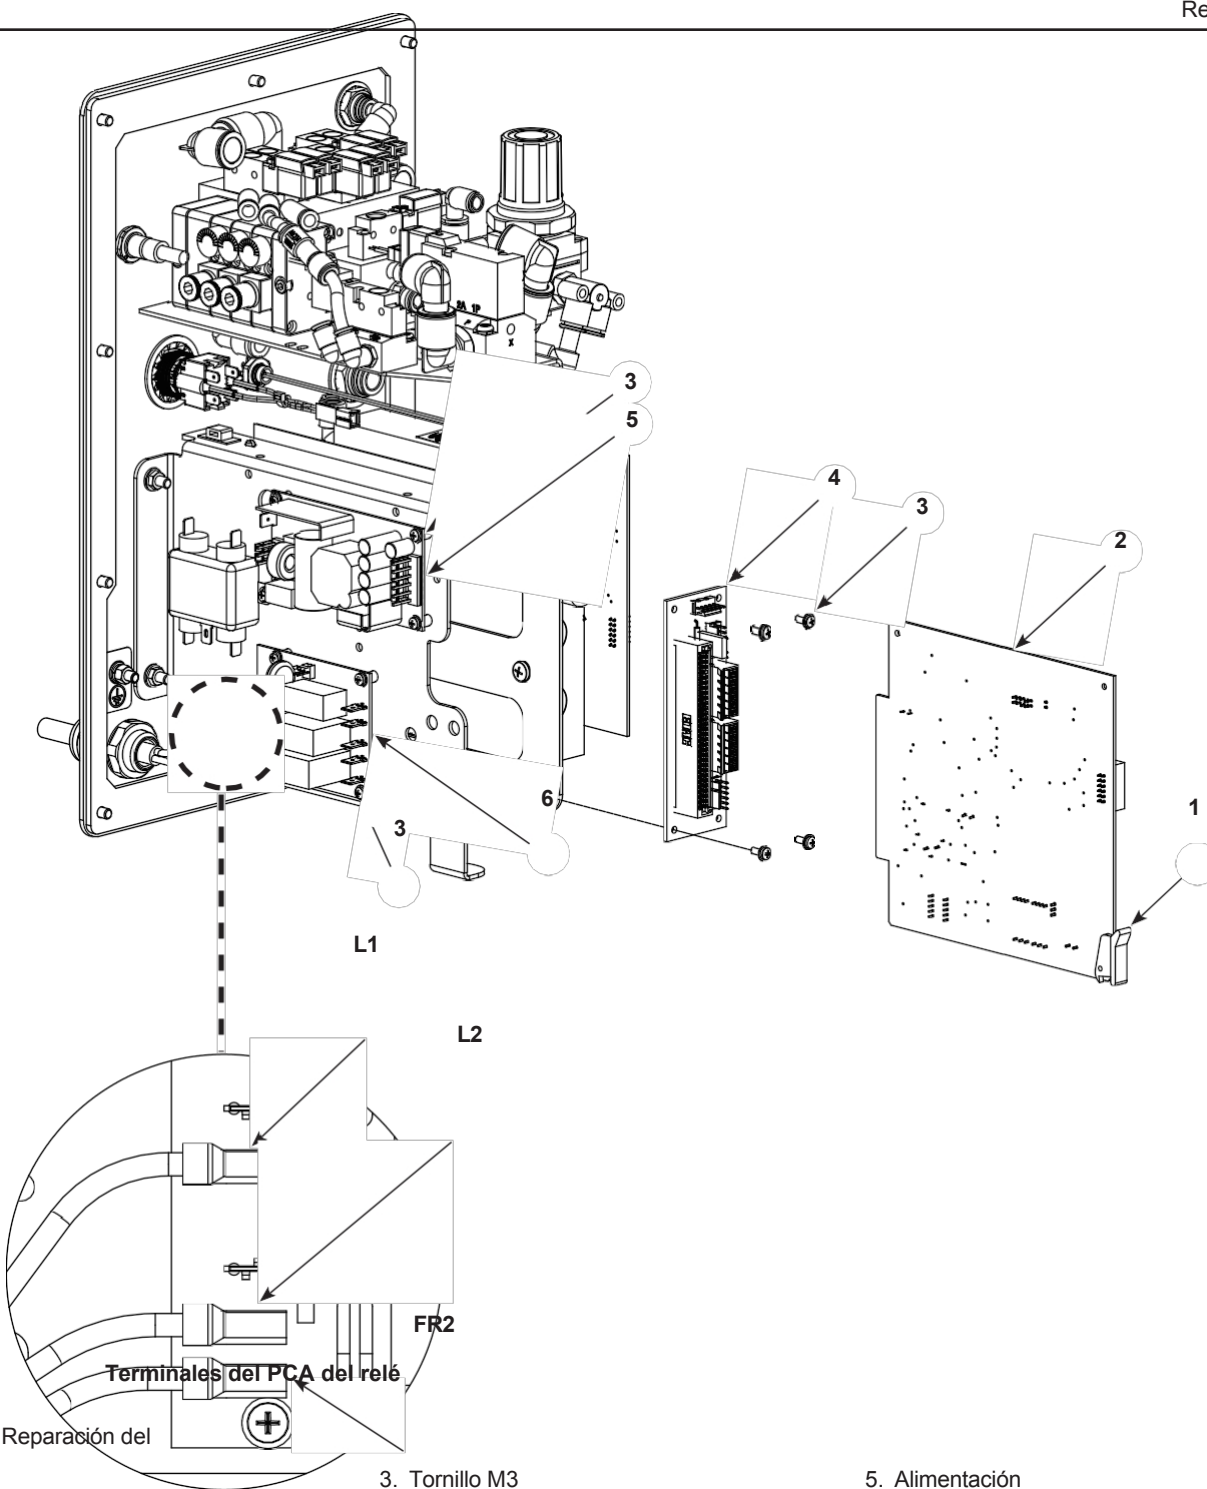

Figura 7-3 Reparación del panel
- Véase la figura 7-3.
1. Utilice el pestillo (1) para liberar el controlador del dispositivo (2) de la ranura de la tarjeta.
1. Para retirar el mini-backplane (4), desconecte los arneses del mini-backplane y retire los cuatro tornillos M3 (3) para retirar el mini-backplane del panel.
1. Para retirar la fuente de alimentación (5), desconecte el arnés de la fuente de alimentación y retire los cuatro tornillos M3 (3) para retirar la fuente de alimentación del panel. Guarde los tornillos M3 para la fuente de alimentación.
- Consulte la Figura 7-3 y la Tabla 7-1.
1. Para retirar el PCA del relé (6), desconecte los cables de los terminales y retire los cuatro tornillos M3 (3) para retirar el PCA del relé del panel.